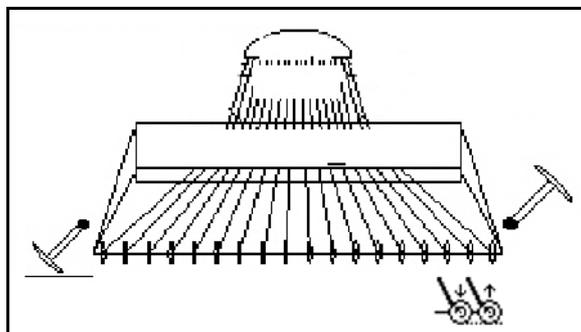

Рис. 51
1. Выберите установку давления сошников/на выравнитель (Рис. 51).